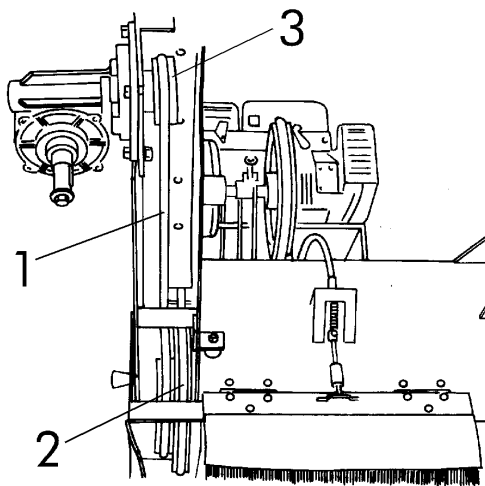
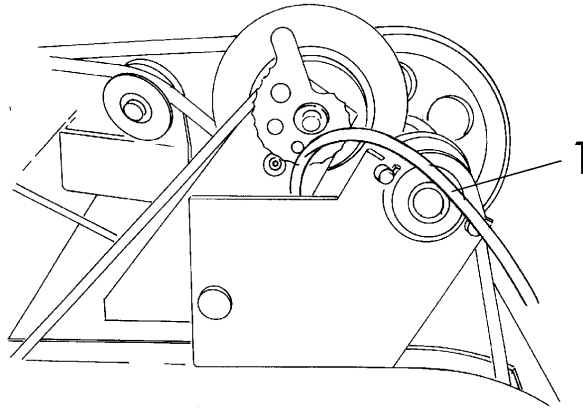

fig.16
fig.17
5. Utilizando guía de la correa, retire las dos correas (1 e 2) que se muestran en la figura 16. La correa 2 (fig.16) se debe soltar de la polea (3 fig.16) en el cepillo lateral.
6. Lleve la correa desde el cepillo central (1 fig.17 - 1 fig.16) a la posición que se muestra en la Fig.17.